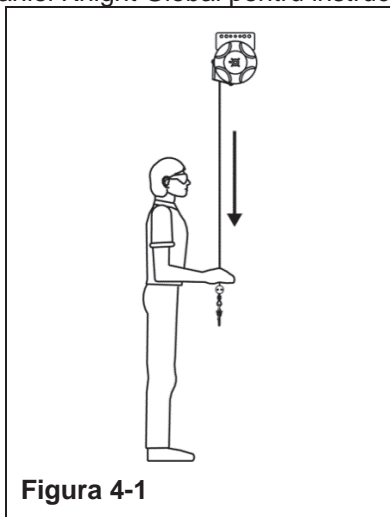

Figura 4-1
- Pas 2. Trageți brusc în jos de cablu sau lanț. (Vezi Figura 4-1) Dacă sarcina tot nu coboară, treceți la pasul 3.